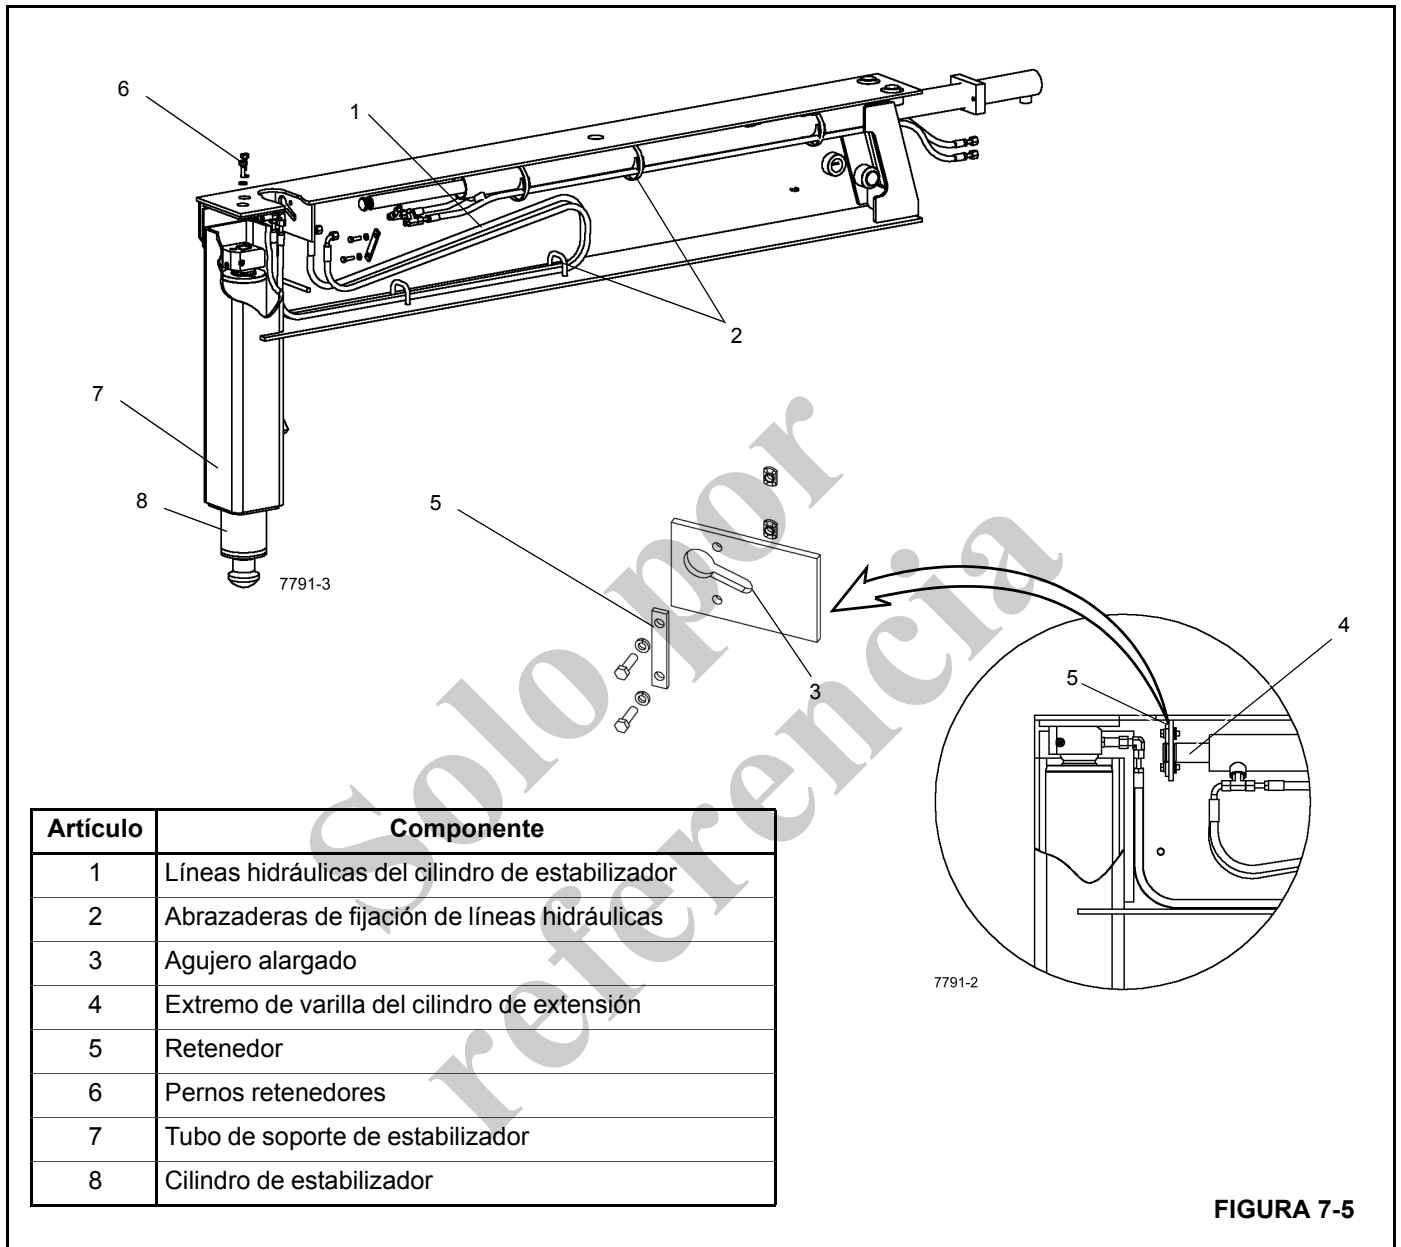

FIGURA 7-5
2. Retire el retenedor (6, Figura 7-5) del agujero alargado.
3. Retire el extremo de varilla del cilindro de extensión (5) del agujero alargado en el extremo de estabilizador de la viga.
2. Asegure las mangueras hidráulicas del estabilizador al cilindro de extensión con las abrazaderas, como se muestra en la Figura 7-5.
3. Deslice el cilindro de extensión dentro de la viga de estabilizador. Compruebe que las mangueras hidráulicas del estabilizador queden colocadas como se muestra en la Figura 7-5.
1. Utilice un dispositivo de levante para levantar el camión hasta que haya espacio libre suficiente para retirar el cilindro de estabilizador (8, Figura 7-5) del tubo de soporte (7).
4. Quite los pernos retenedores (6) para el cilindro del estabilizador.
5. Deslice el cilindro del estabilizador (8) hacia afuera del tubo de soporte del estabilizador (7).